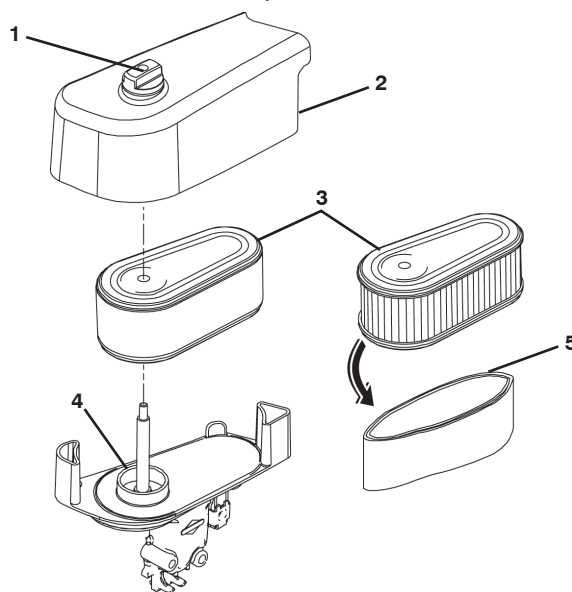

Figure 23
1. Desserrer l'écrou à ailettes qui maintient le couvercle. Retirer le couvercle (Figure 23).